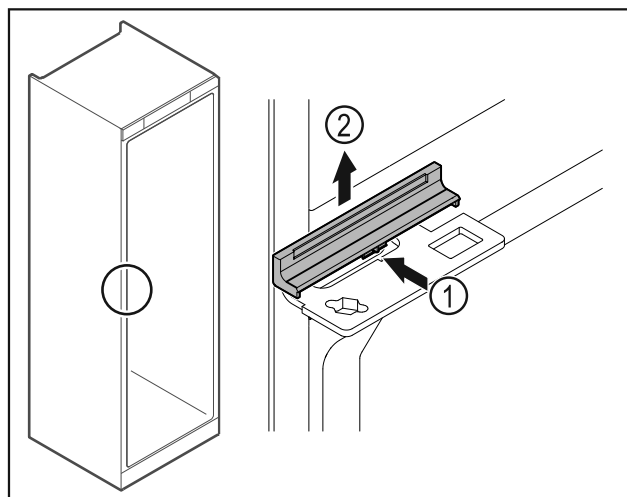

Fig. 48
- ▶ Tryk afdækningen Fig. 48 (1) let ind i midten, og tag den af op efter Fig. 48 (2).